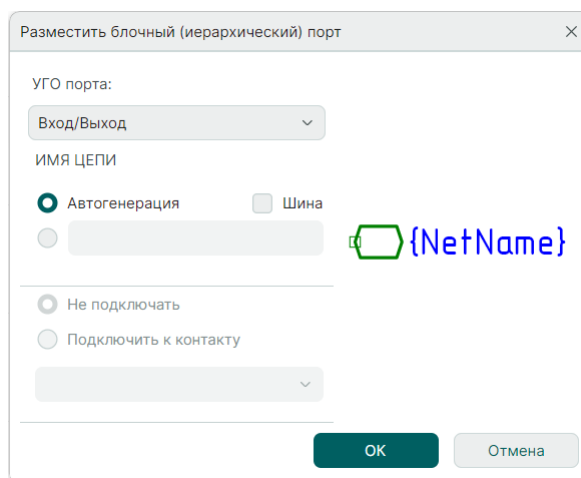

Рис. 270 Окно «Разместить блочный (иерархический) порт»
2. Установите настройки размещаемого блочного порта в окне «Разместить блочный (иерархический) порт», см. Рис. 270.